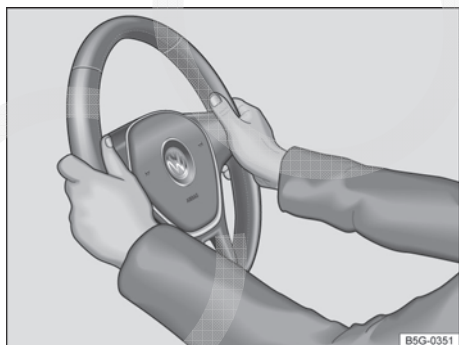

Fig. 40 No volante posição 9 e 3 horas.
- Ajustar o volante de modo que o condutor possa segurá-lo pela borda externa com as duas mãos e os braços ligeiramente dobrados (posição das 9h e 3h → Fig. 40).